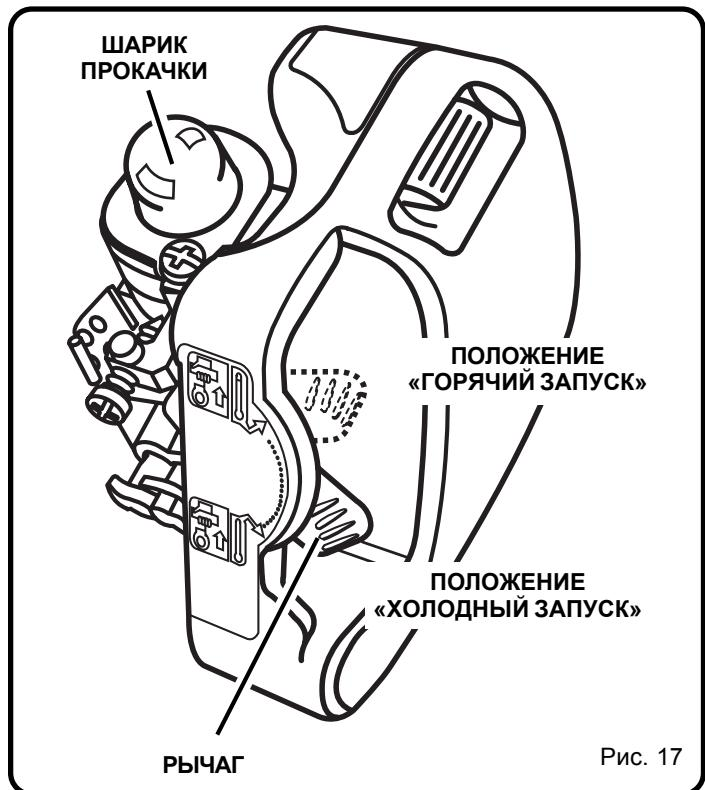

Рис. 17
3. Переведите рычаг в положение “COLD START” («ХОЛОДНЫЙ» ЗАПУСК). См. рис. 17.